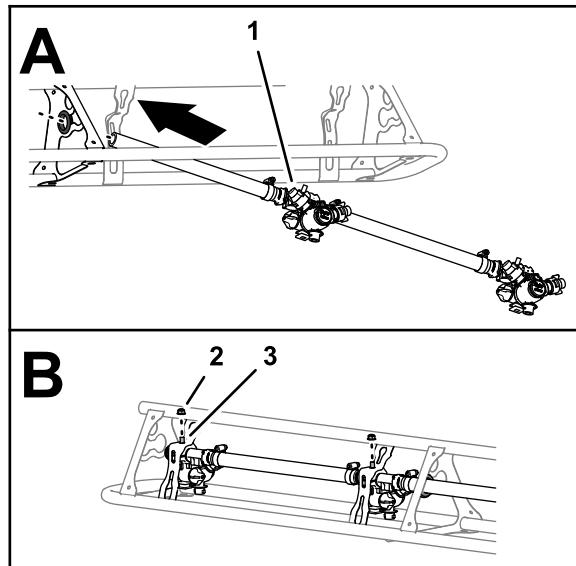

Figure 116
- À l'extrémité extérieure de la section de pulvérisation droite, faites passer les ensembles buse/débitmètre, positions 10 et 11, à travers l'œillet extérieur du cadre en treillis (Figure 116).
2. Insérez les boulons d'étrier de tourelle dans les trous des supports de buses, et fixez les ensembles buse/débitmètre aux supports (Figure 116) à l'aide de deux contre-écrous à embase (5/16").